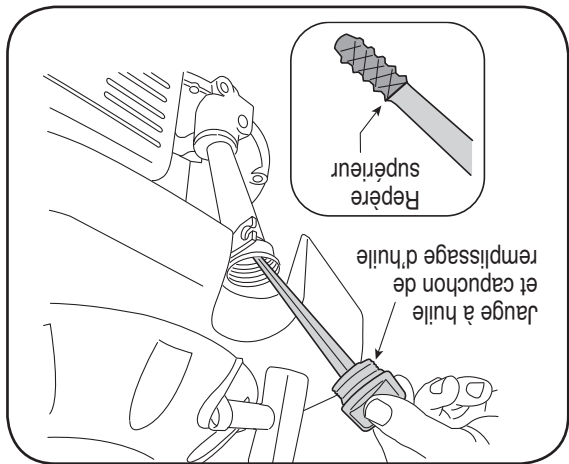

Figure 3-3
1. Enlevez le capuchon de remplissage de l'huile et essuyez la jauge à huile. Voir la Figure 3-3.
3. Si le niveau d'huile est bas, ajoutez lentement de l'huile jusqu'à la limite supérieure sur la jauge. Voir la Figure 3-3.